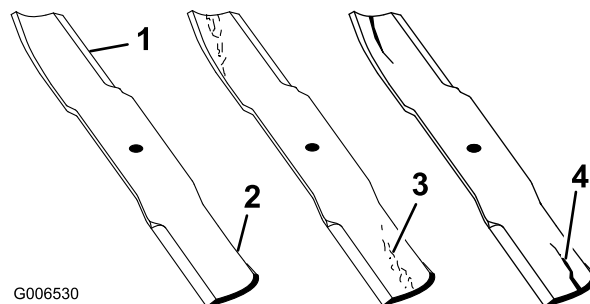

Figure 44
1. Examinez le tranchant des lames (Figure 44). Si les lames ne sont pas tranchantes ou si elles présentent des indentations, déposez-les et aiguisiez-les (voir Aiguisage des lames).
2. Inspectez les lames, surtout la partie relevée (Figure 44). Remplacez immédiatement les lames endommagées, usées ou qui présentent une entaille.